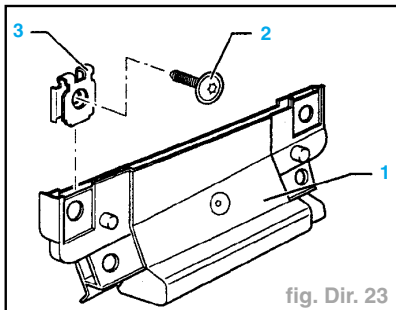

fig. Dir. 23
- Pour la poursuite de l'assemblage, utiliser les pièces de rechange suivantes (fig. Dir 23) :